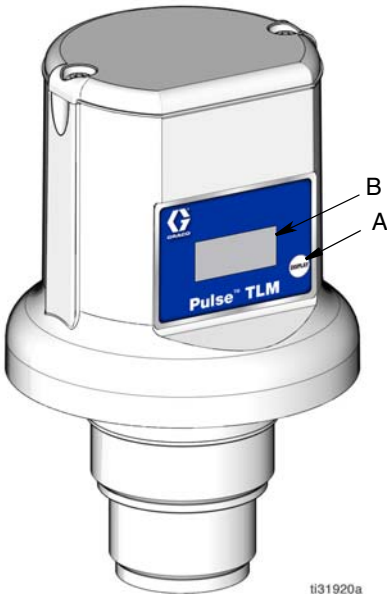

FIG. 6
Presione y suelte el botón Mostrar (A). Los datos aparecen en la pantalla (B) (FIG. 6); cada pantalla dura unos segundos antes de cambiar a la siguiente.
Después de llenar un depósito desde un distribuidor de aceite o de vaciar un depósito de aceite usado por un proveedor de servicios de aceites usados, pulse el botón Mostrar (A) (FIG. 6) en el TLM para asegurarse de que mantenga el volumen del depósito más actual.